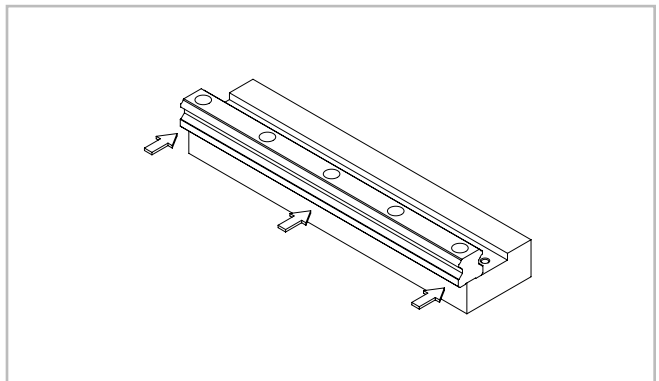
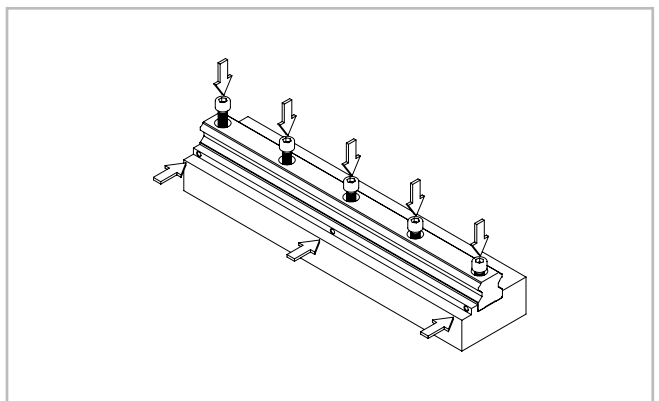

Abb. 54
Abb. 55
(2) Legen Sie die Führungsschiene vorsichtig auf die Montagefläche (s. Abb. 54) und ziehen Sie die Befestigungsschrauben vorübergehend leicht an, so dass die Führungsschiene die Montagefläche leicht berührt (richten Sie die Führungsschiene an der Schulterkante der Montagefläche aus, s. Abb. 55).